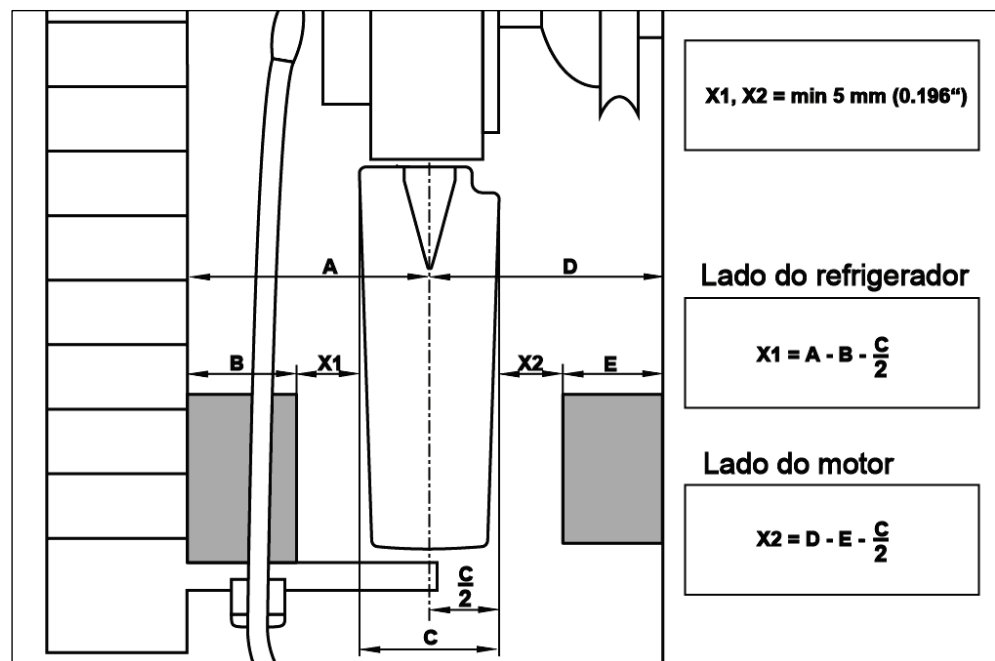

Fig. 39
**33)** Medir se existe interferência de objetos no caminho (ver Fig. 39).